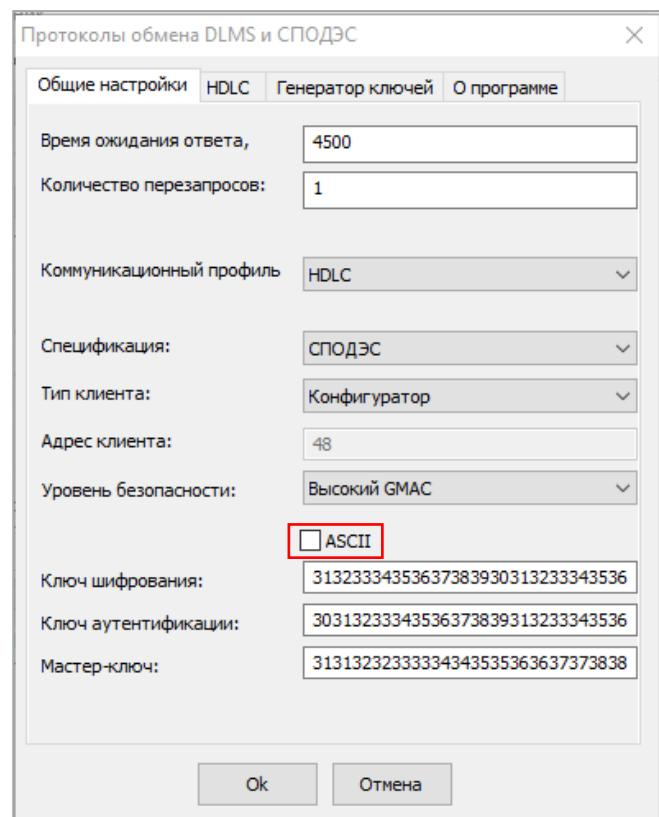

Рисунок 31 - Ввод ключей в виде 8 битных кодов.
- в виде восьми битных кодов (галочка ASCII выключена), см. рисунок 31.